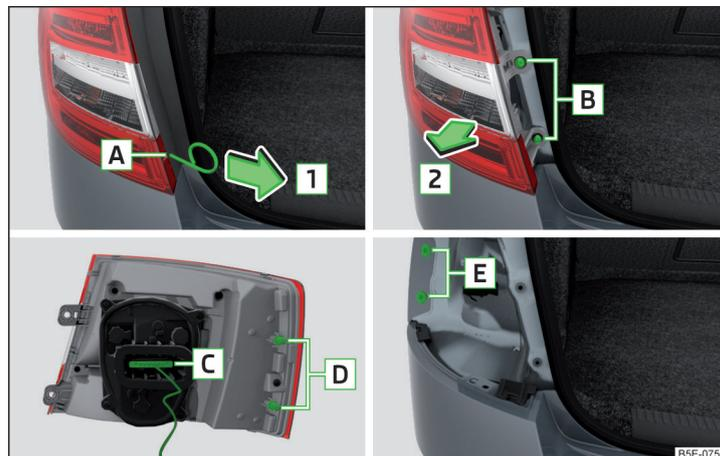

Abb. 353 Leuchte ausbauen
- In die Öffnung **A**¹⁾ » Abb. 353 den Bügel zum Abziehen der Radvollblenden einführen.
- Die Leuchte mit den Zapfen **D** in die Aufnahmen **E** in der Karosserie einsetzen » Abb. 353.